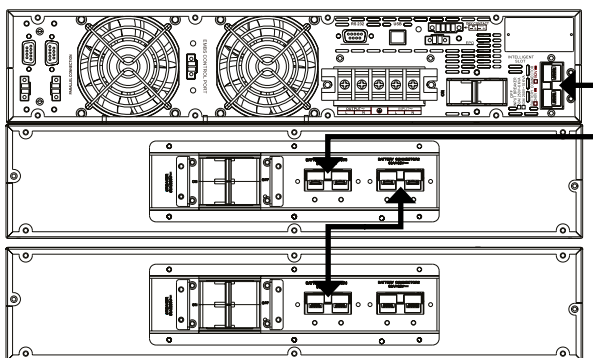

Fig. 13. Ligação com módulos de baterias.
- A Fig. 13 mostra a ligação de um equipamento de 10 kVA em disposição *rack*, com dois módulos de baterias. Para um número superior, opere de modo similar ao da ilustração.